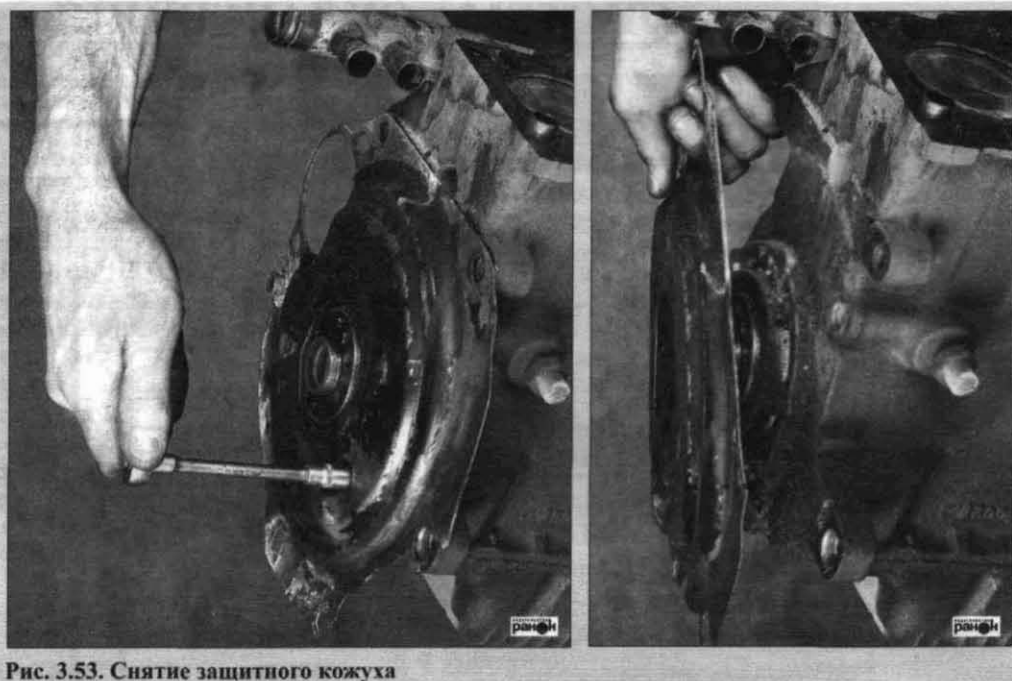

Рис. 3.53. Снятие защитного кожуха
- отвернув болты крепления, снять защитный кожух (рис. 3.53);